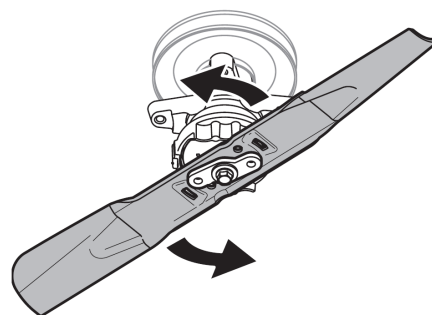

Figure 45
4. カラーを上向きにしたまま、ブレードを反時計回りに回転させてカラーから外します。図45を参照してください。